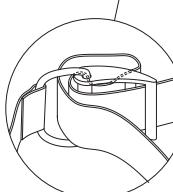
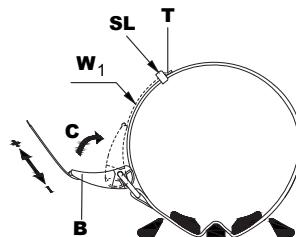

Fig. 2-5
Fig. 2-6
2. Hvis BC har en hård bagplade, skal du placere bagpladens hulrum (S) på tankens skulder (fig. 2-6) og derefter fastgøre stroppen (fig. 2-5 og 2-7) på hurtigudløsningsbåndet (W1) omkring tanken.
- Luk spændet (C) (fig. 2 – 7). Hvis stroppen er for stram eller for løs, skal du åbne krog- og lokkestroppen og spændet for at justere længden af stroppen (fig. 2-5) på hurtigudløsningsbæltet (W1). For ekstra sikkerhed, skub løkken (SL) (fig. 2-5) rundt om stroppens ende (T). I BC'er med en hård bagplade, med tanken monteret på BC kan du løfte hele enheden ved hjælp af håndtaget integreret i bagpladen.